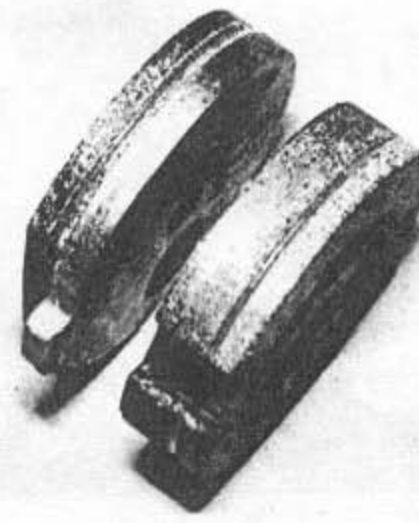

Bild 254
- Die beiden Bremsbeläge sind auf Verschleiss zu überprüfen. Jeder Bremsbelag ist mit einer rot eingefärbten Rille versehen, welche die Verschleissgrenze des Reibmaterials kennzeichnet (Bild 254). Wenn diese Grenze erreicht ist, müssen die beiden Beläge *gemeinsam* erneuert werden, auch wenn nur einer der Beläge die Markierungsrille erreicht hat.